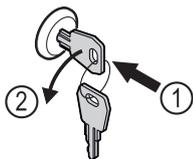

Fig. 207
- ▶ Insérer la clé. Fig. 207 (1)
- ▶ Tourner la clé à 90° dans le sens antihoraire. Fig. 207 (2)